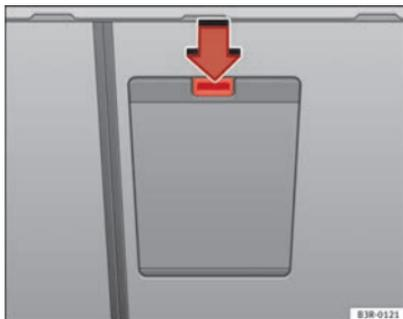

Fig. 117 Pormenor do banco traseiro visto de trás: Tampa do saco para objectos longos
- Prima o botão de desbloqueio da tampa do saco para objectos longos ⇒ Fig. 117 (seta) e rode-o para baixo.